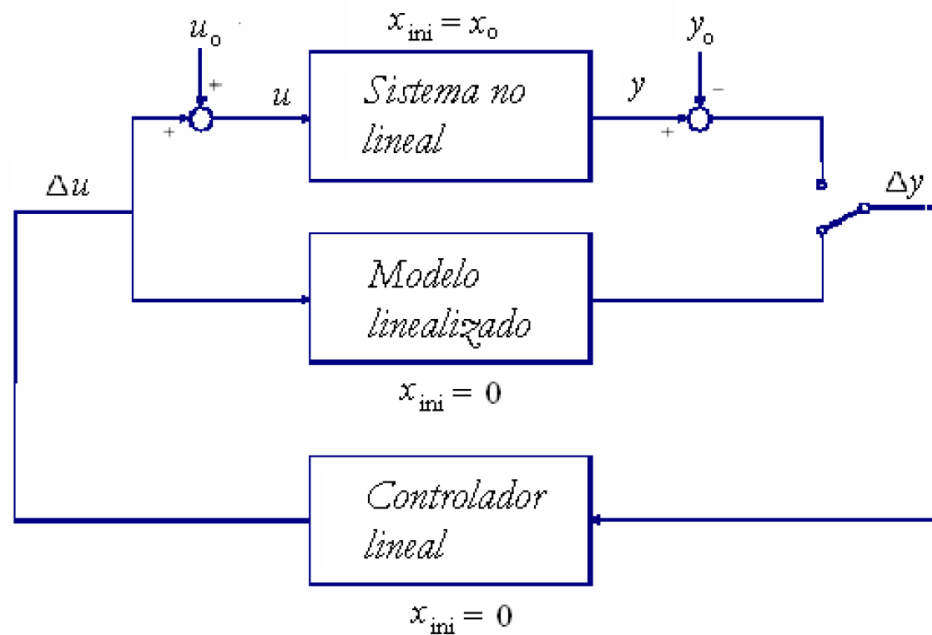

Figura 1. Aplicación de un control lineal a un sistema no lineal.
10. Finalmente, teniendo en cuenta el mejor controlador PID diseñado para la planta lineal, implemente el mismo controlador en el sistema no lineal, analice los resultados del controlador por dentro y por fuera del rango de linealidad y obtenga las conclusiones finales. Para su implementación, no olvide tener en cuenta la Figura 1.